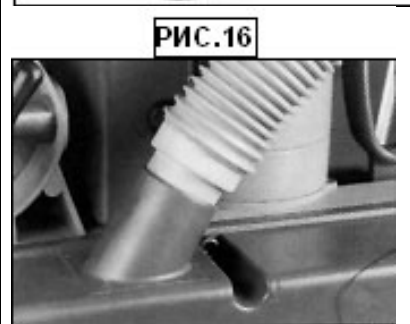

РИС.16
5. Маломощный фидер может быть подключен к вакуумному пылесосу, если необходимо. См. РИС. 16, 16-2.